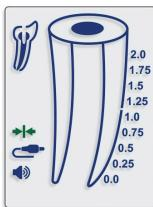

図 3
- 5.3.2. 正しく接続されたことを示す「接続」アイコン ➡➡ が画面に表示されます(図3)。